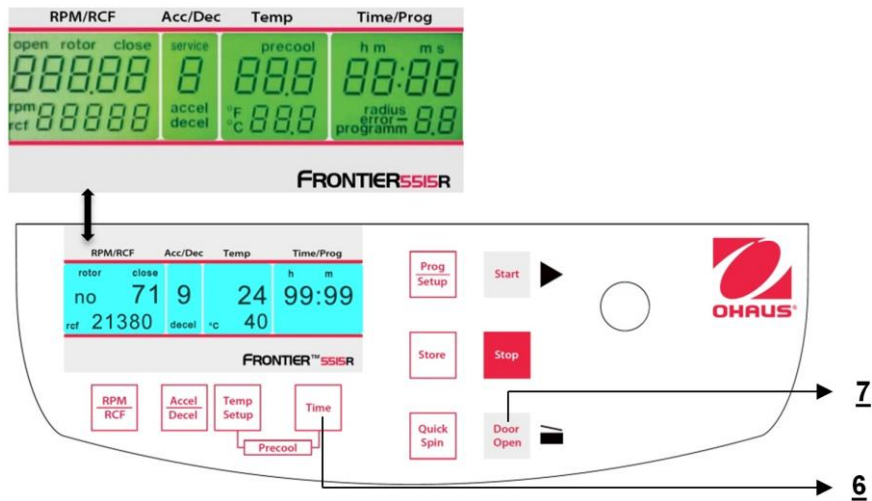

Figura 30
Cuando la centrífuga está apagada, presione al mismo tiempo los botones "**Time**"(6) y "**Door Open**" (7) y encienda el interruptor principal de la centrífuga. Ahora suelte ambos botones y como resultado se ejecuta una prueba de pantalla durante aproximadamente 5 segundos. Todos los indicadores aparecerán al mismo tiempo (vea la Figura 30).